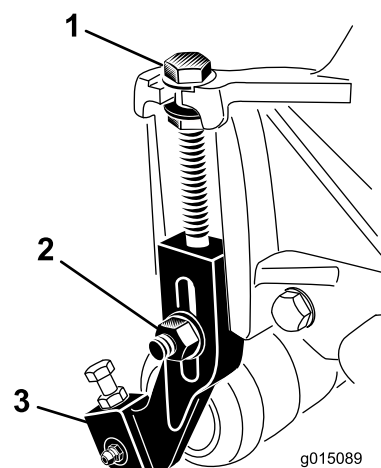

Figure 16
1. Desserrez les contre-écrous qui fixent les supports de hauteur de coupe aux plaques latérales de l'unité de coupe (Figure 16).